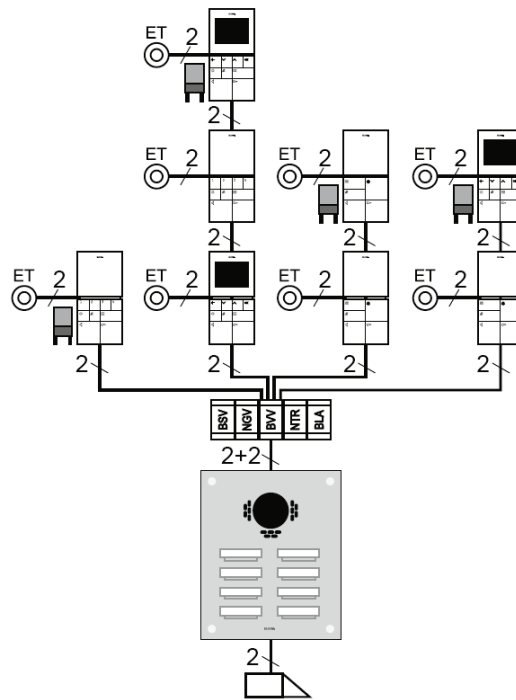
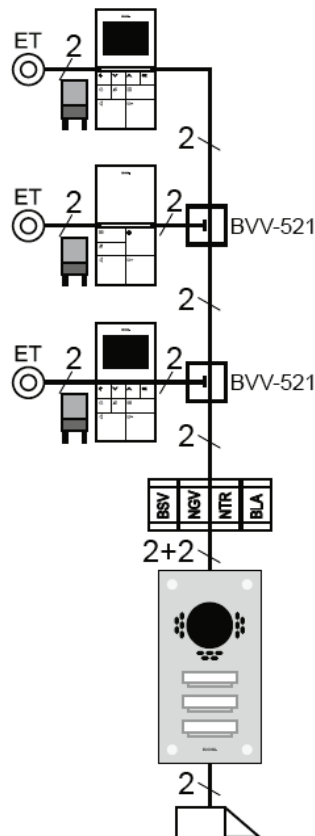

Bild 6: Stern- und Baumstruktur
Bild 7: Stichstruktur mit Videoverteilern
- Bei Stern-, Baumstruktur (Bild 6) oder Stichstrukturen (Bild 7) müssen Videoverteiler verwendet werden.